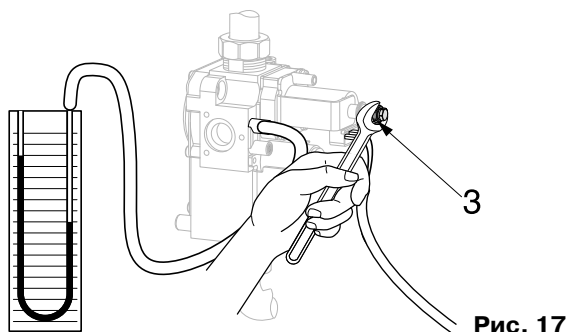

Рис. 17
- с помощью плоского ключа на 8 поворачивайте гайку **3** (рис. 17), удерживая винт **4**, и доведите значение давления до величины, указанной в таблице